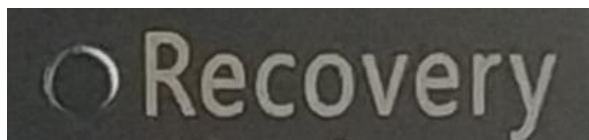

图 6 Recovery 还原按键
(1) 检查工作：① 由于备份及还原操作过程中机器均不能外接存储设备，在操作之前务必先检查确认 USB 接口未连接外部存储设备，如 U 盘等，否则备份还原会出现错误；② 保证硬盘内存容量大小不小于 64G；
(2) 在关机状态下，找到机壳上 Recovery（还原）按键(如图 6 所示)，并保持按下状态不松开，然后按下开机按钮，直到进到 Ghost 界面再松开；